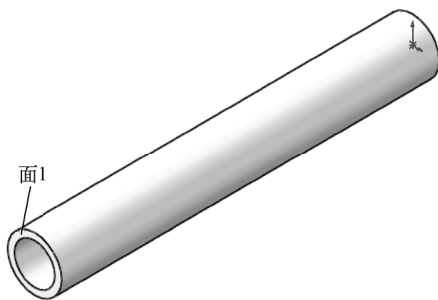

图 4-21 拉伸后的图形
**03** 拉伸实体。选择菜单栏中的“插入”→“凸台/基体”→“拉伸”命令，或者单击“特征”控制面板中的“拉伸凸台/基体”按钮，此时系统弹出图 4-20 所示的“凸台-拉伸”属性管理器。设置拉伸终止条件为“给定深度”，输入拉伸距离为 70.00mm，然后单击“确定”按钮。结果如图 4-21 所示。
**04** 设置基准面。选择图 4-21 中的面 1 为基准面。单击“前导视图”工具栏中的“正视图”按钮，新建草图。